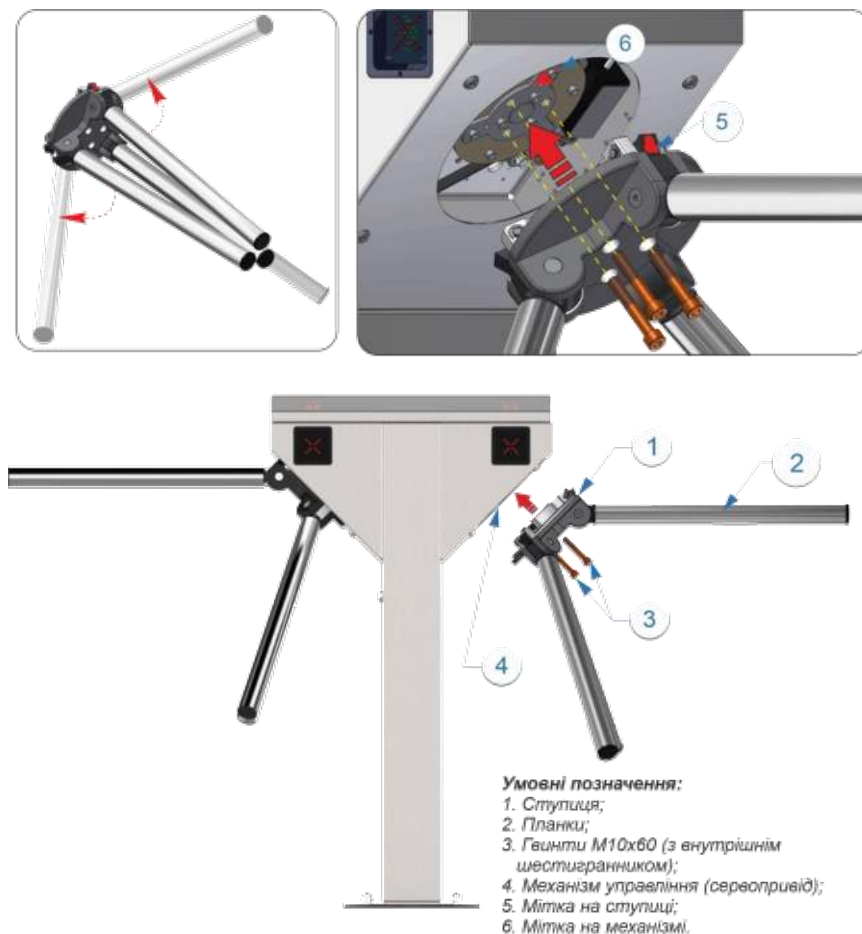

Рис. 13 – Встановлення ступиці з планками в корпус турнікету-триподу
а) Вручну розкласти планки (2) ступиці (1) (див.*Рис.13*).